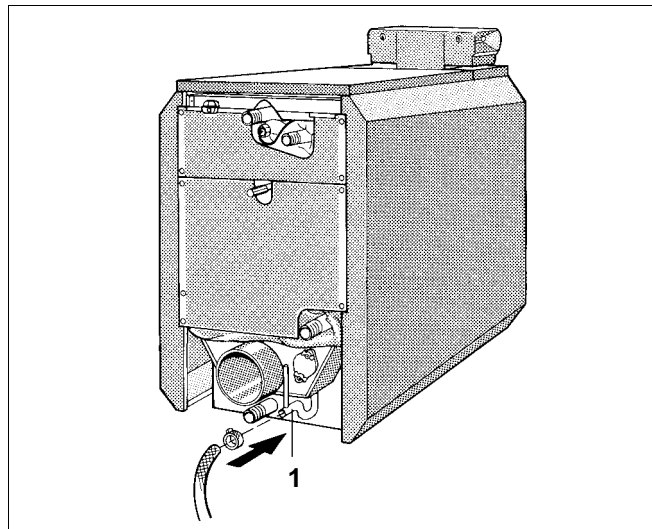

Рис. 27 Крепление сливного шланга
- Закрепите сливной шланг хомутом на сифоне выхода конденсата (рис. 27, поз. 1).
Для влажной чистки рекомендуется применять устройства для чистки под высоким давлением. Частицы, оставшиеся после чистки, не должны попадать в устройство нейтрализации. При проведении чистки не допускайте забивания выхода конденсата, см. рис. 27 на стр. 20.
- Проверьте и при необходимости очистите через люк для чистки сборный коллектор дымовых газов и слив конденсата, см. рис. 27 на стр. 20.
6	Отсоединить сливной шланг выхода конденсата (рис. 27)
9	Промыть выход конденсата (сифон) (рис. 27)